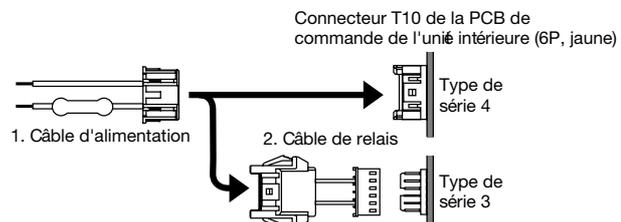

Fig. 3-42
*2 Utilisation avec un type de série 3 (Fig. 3-42).